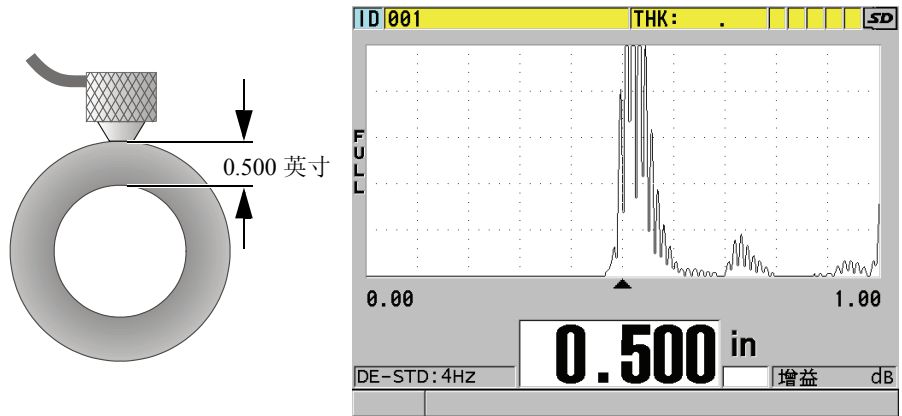

图 5-9 耦合双晶探头；读取测量厚度值
2. 施用适当的压力，将探头端部耦合到测试材料的表面，并尽可能使探头平放在材料表面（参见第 67 页的图 5-9）。